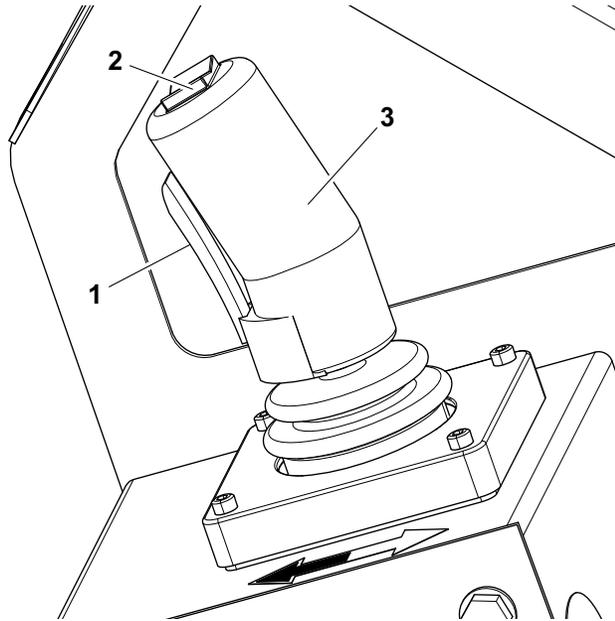

Figura 3-7. Componentes de controles de la plataforma
(Artículo 2 - Figura 3-7.)
(Artículo 1 y 3 - Figura 3-7.)
4. Apretar y sostener el gatillo, y mover la palanca de control hacia atrás (elevación de plataforma - sentido de flecha blanca) o mover la palanca de control hacia adelante (bajada de plataforma - sentido de flecha negra) y sostener hasta que se alcance la elevación deseada. Al soltar el gatillo o mover la palanca de control de vuelta a la posición central se interrumpirá la función activada. (*Artículo 1 y 3 - Figura 3-7.*)